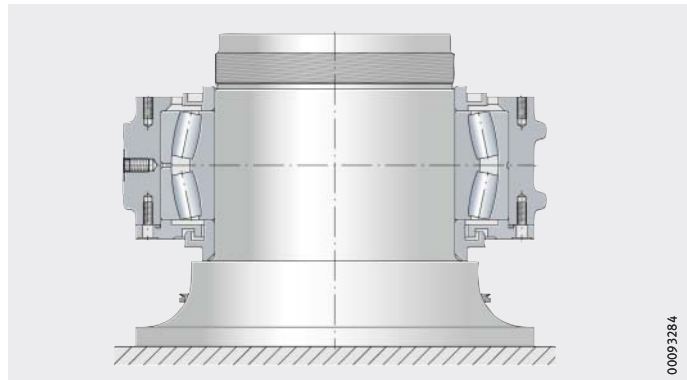

Bild 13
- ▶ Den erwärmten getriebeseitigen Labyrinthring auf die Welle bis zum Lagerinnenring schieben. Auf die richtige Montagerichtung achten (Labyrinthnase in Richtung Getriebe), *Bild 13*.